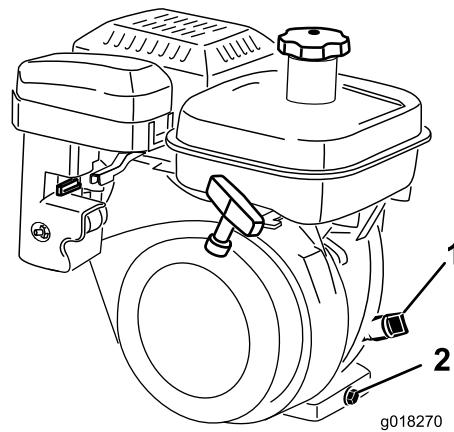

Bild 34
3. Reinigen Sie den Bereich um den Ölpeilstab (**Bild 34**)
4. Drehen Sie den Ölpeilstab nach links, um sie abzunehmen (**Bild 34**).
2. Stellen Sie eine Auffangwanne am Heck der Maschine unter die Ablassschraube (**Bild 34**). Lösen Sie die Ablassschraube.